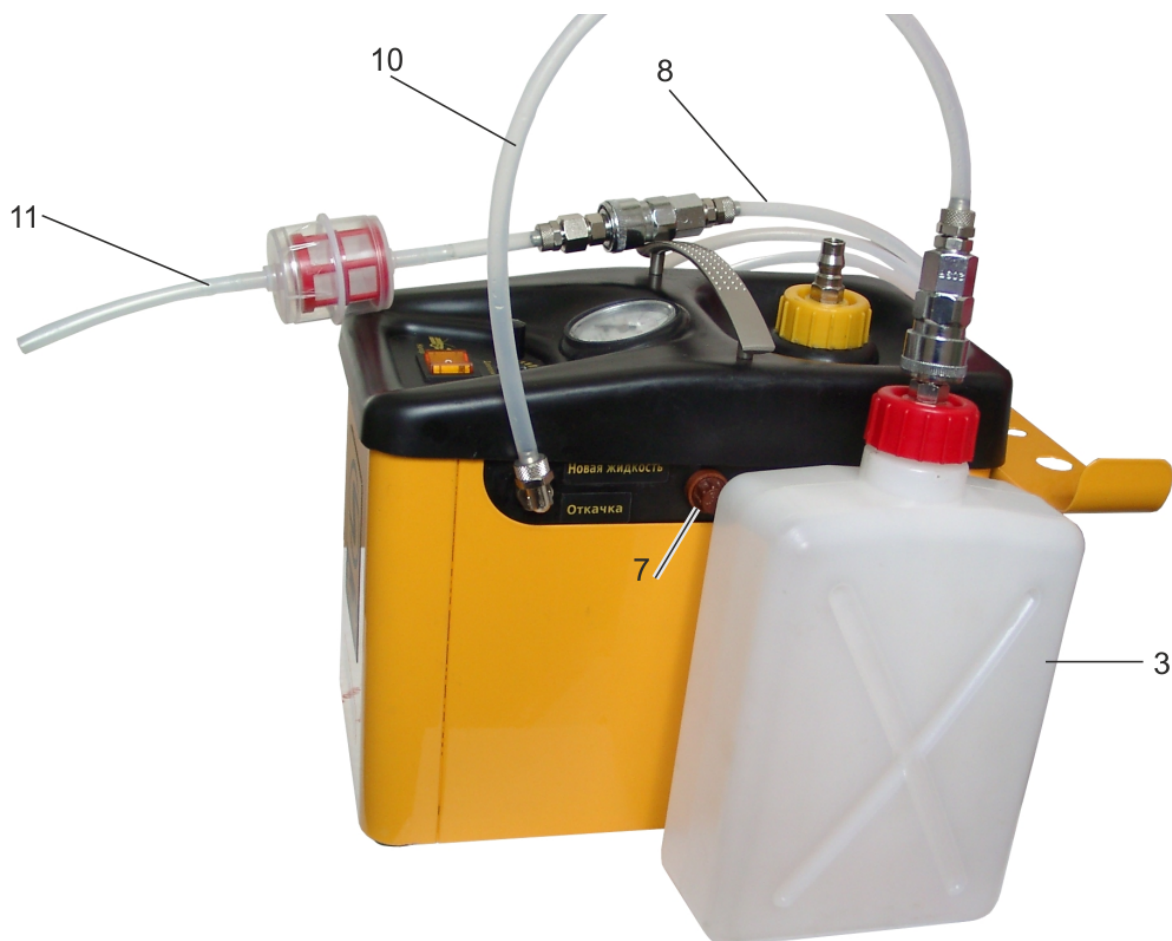

Рисунок 3. Режим «Откачка»
| 4. Манометр | 11. Удлинитель шланга (Рис. 3) |
На канистре для сбора старой жидкости (3) имеется дополнительный штуцер, при подключении к которому шланга (10) (см. Рис. 3) возможен слив старой жидкости из тормозного бачка автомобиля в эту канистру в положении «ОТКАЧКА».
3. Подсоедините провода питания (14) установки к аккумулятору обслуживаемого автомобиля, переключатель в среднем положении, выключено.
4. Подсоедините канистру сбора старой жидкости к установке с помощью шланга (10) (см. Рис. 3). К шлангу (8) подсоедините удлинитель (11). Снимите с бачка тормозной системы автомобиля штатную крышку, опустите удлинитель шланга на дно бачка и удалите старую жидкость, переключив переключатель в положение «ОТКАЧКА», краник (9) должен быть открыт.